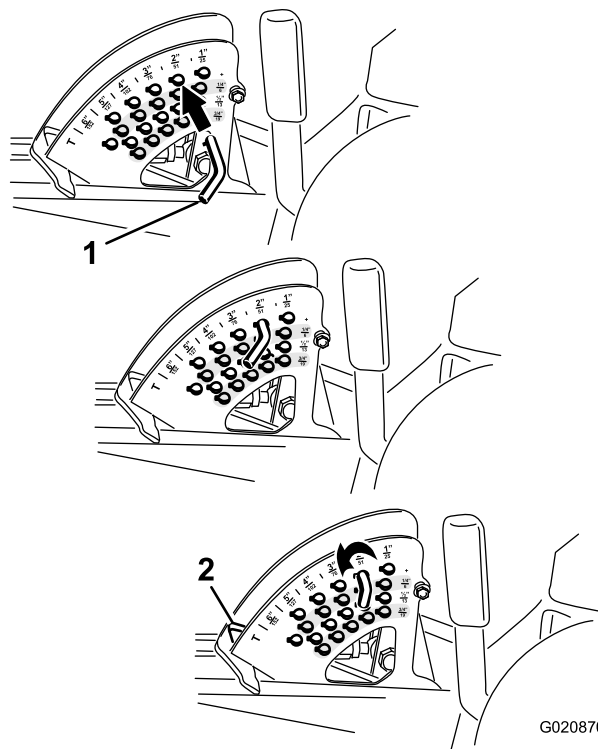

图24
- 旋转限位销直至其中的滚销与剪草高度支架孔内的槽在一条线上然后取下限位销图24。
- 选择剪草高度支架对应所需剪草高度的孔插入限位销将其向下旋转并锁定到位图24。
注意 共有 4 排孔的位置图24。最上面的一排是高于限位销的列明剪草高度。其下第二排的剪草高度为列出剪草高度加 6 mm。其下第三排的剪草高度为列明剪草高度加 12mm。最下面一排的剪草高度为列明剪草高度加 18mm。15.8cm 位置仅有 1 个孔位于第二排。此孔不需添加 6mm 即可到达 15.8cm 位置。